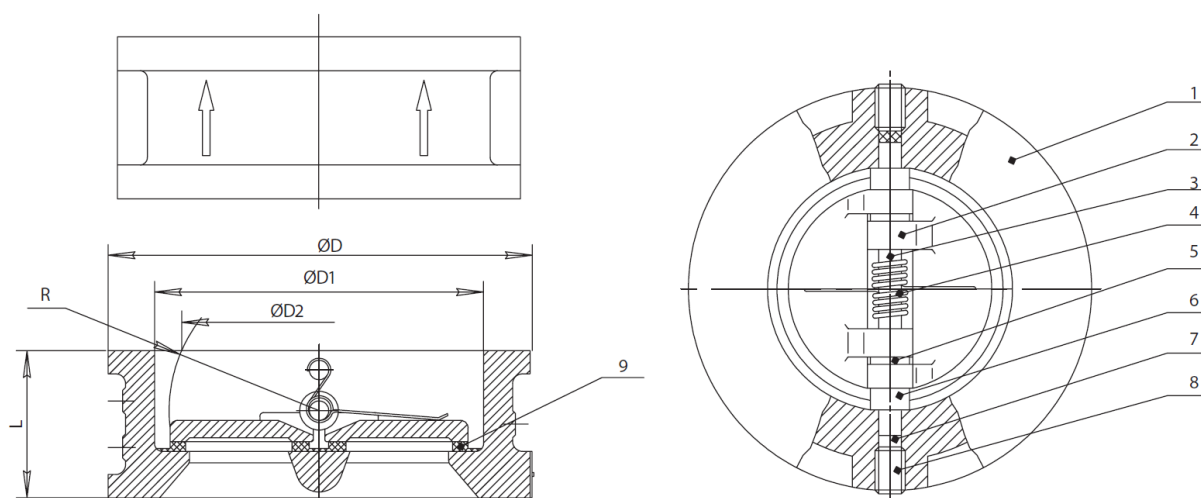

Рис. 1
1.2.7. Основные размеры и массогабаритные характеристики приведены на рис. 1, в табл. 2. Допустимое отклонение от указанной массы – 5%.
1.3.1. Основные элементы конструкции клапана приведены в табл.1, на рис.1.
1.3.2. Под действием прямого потока рабочей среды створки 2 перемещаются по оси 3 и открывают клапан. При отсутствии прямого потока рабочей среды под действием пружины 4 и собственного веса створки 2 перекрывают движение обратного потока среды (рис. 1).